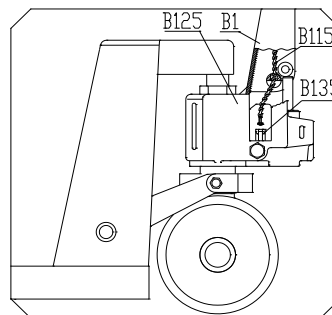

Рисунок 2.
- Поверните шкворень поворотной цапфы В118, чтобы установить вертикальную ось большого желоба шкворня поворотной цапфы. Расположите роликовую цепь В115 ручки поперек через желоб в шкворне поворотной цапфы В118. См. Рис. 2.
- Поместите винт и гайку на конце роликовой цепи В115 в паз опоры рычага В135. См. Рис. 2. и 5.